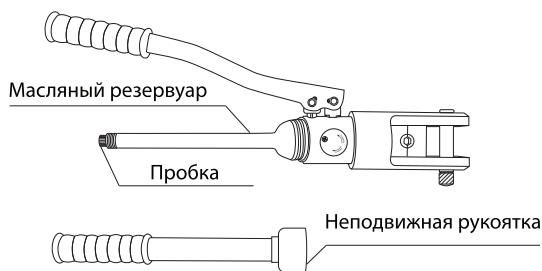

Рисунок 3. Масляный резервуар
7.3. Для замены (долива) масла необходимо снять неподвижную рукоятку (см. рисунок 3), открутить пробку резинового резервуара и залить отфильтрованное гидравлическое масло марки, указанной в таблице 1 настоящего руководства по эксплуатации. Затем закрыть пробку резервуара и при ослабленном винте сброса давления прокачать несколько раз пресс-клещи для вытеснения воздуха из гидравлической системы.